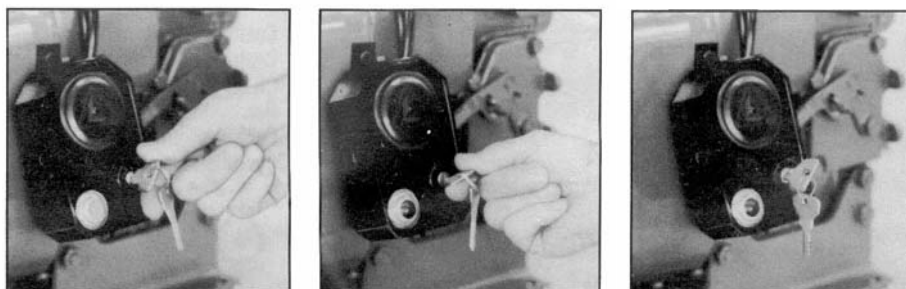

Рис. 13
- в) Повернуть ключ по часовой стрелке в положение «Start» (рис. 13).
Если стартер работает продолжительно, то аккумулятор разряжается и могут возникнуть проблемы с дальнейшим запуском. Всегда отпускайте ключ зажигания в положение «ON» после запуска двигателя, (рис. 13).